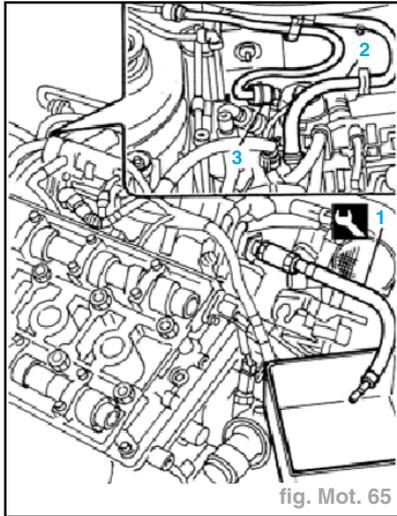

fig. Mot. 65
- Mettre en place l'outil d'évacuation de la pression du carburant sur la rampe d'alimentation (1) (raccord réf. 1.870.684.000) (fig. Mot. 65).
- Détacher le tuyau d'amenée carburant de la rampe de distribution (2).
- Débrancher du raccord rapide le tuyau du circuit anti-évaporation (3).